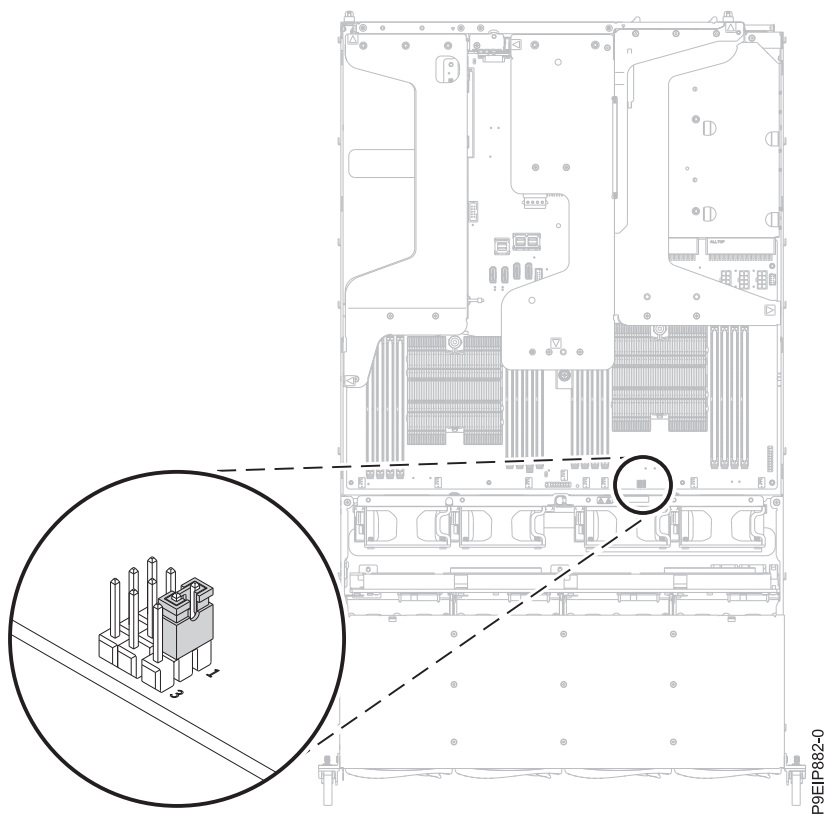

Figure 69. Paramètres du cavalier
3. Assurez-vous que le paramètre du cavalier figurant à l'emplacement indiqué est défini comme illustré dans la figure 69, à la page 64 sur les broches 1 et 2. La broche 3 est la plus proche de l'avant du système. La broche 1 est la plus proche de l'arrière du système.